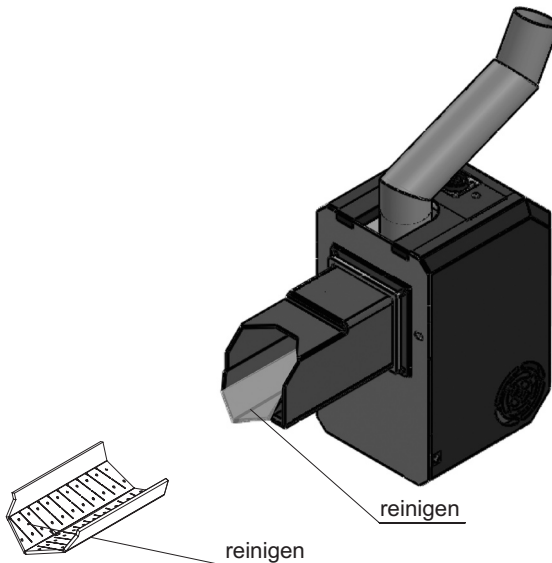

Abb.7. Konservierung des Brenners.
3. Rost aus dem Brenner nehmen und säubern (auf die Durchlässigkeit der Öffnungen achten). Die Rostverkleidung im Brenner reinigen (Abb.7).